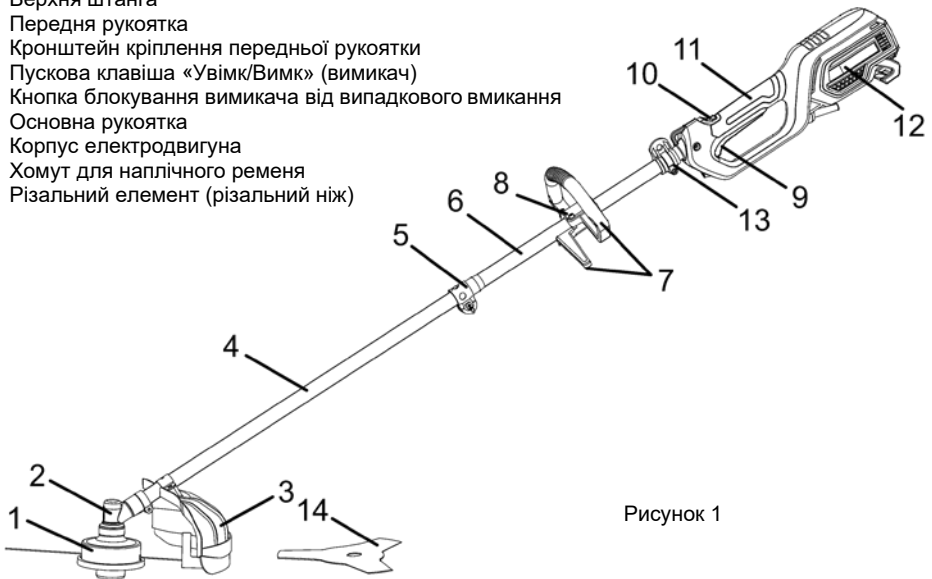
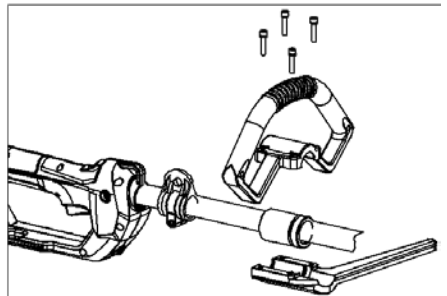
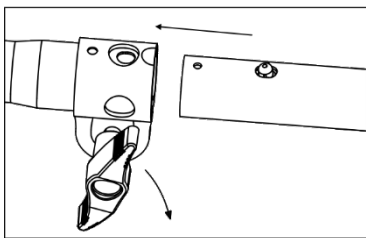
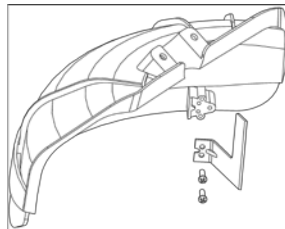

Рисунок 1
Рисунок 2
Рисунок 3
Рисунок 4
- встановіть передню рукоятку (7, рисунок 1) на верхній штанзі (6, рисунок 1) за допомогою призначених для цього кронштейнів і кріпильних елементів (дивіться рисунок 2);
- введіть верхню частину нижньої штанги виробу (4, рисунок 1), орієнтуючи штангу по отвору в з'єднувальному вузлу (5, рисунок 1), в нижню частину верхньої штанги (6, рисунок 1) до щільного з'єднання і фіксації валу в призначеній втулці. Затягніть смушкову гайку з'єднувального вузла (5, рисунок 1) для надійної фіксації з'єднання верхньої і нижньої частин виробу (дивіться рисунок 3);
- встановіть захисний кожух (3, рисунок 1) на нижній штанзі за допомогою гвинтів і кронштейна (дивіться рисунок 4). Зніміть захист з ножа-обмежувача довжини жилки, встановленого на захисному кожусі;
- встановіть наплічний ремінь до призначеного для цього хомута кріплення (13, рисунок 1).